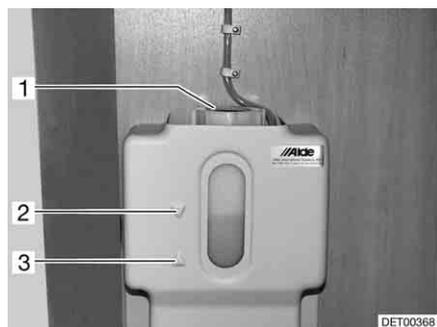

Fig. 252 Vase d'expansion pour le chauffage à eau chaude
- Contrôler si le liquide se trouve entre les marques "MIN" (Fig. 252,3) et "MAX" (Fig. 252,2) sur le vase d'expansion (Fig. 252).
- Ouvrir le bouchon du vase d'expansion (Fig. 252,1).